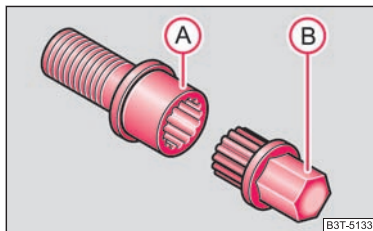

Abb. 200 Sicherheitsradschraube mit
- Stecken Sie den Adapter **B** ⇒ Abb. 200 mit seiner verzahnten Seite bis zum Anschlag so in die innere Verzahnung der Sicherheitsradschraube **A**, dass nur noch der äußere Sechskant herausragt ⇒ Abb. 200.